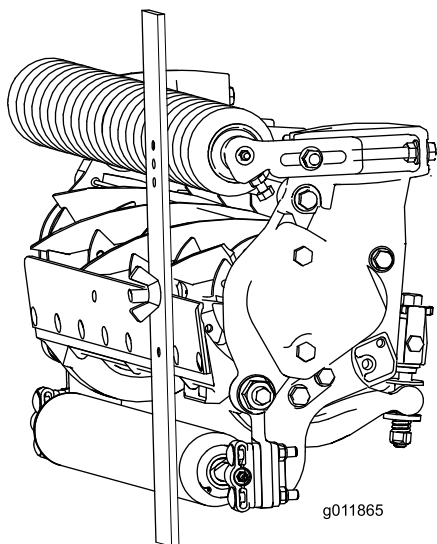

図 19
- 3. ゲージバーのねじの頭を下刃の先端に引っかけ、バーの後端を後ローラに当てがう図 19。
- 4. バーの前端がローラに当たるように、調整ねじで調整する図 19。ローラ全体が下刃と平行になるように、ローラの両側を均等に調節する。